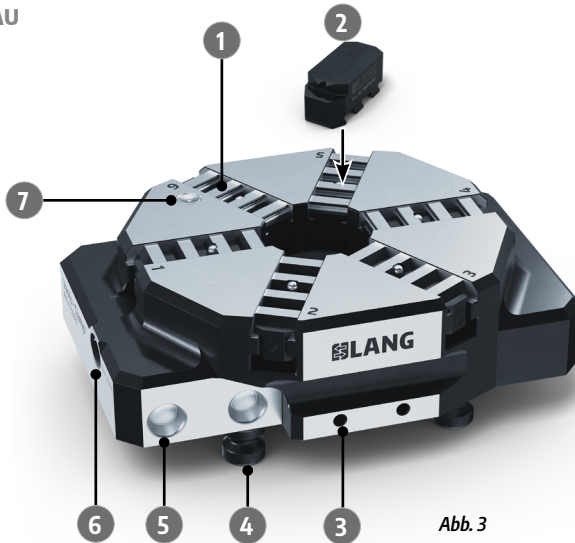

Abb. 3
- 4x eingeschraubte Quick•Point® 96 Aufnahmebolzen (Abb. 3, Pos. 4)
Das Werkstück wird außerhalb der Maschine manuell in das Spannfutter eingespannt und in einem Magazin bevorratet. Danach wird das Spannfutter, inklusive eingespanntem Werkstück, von einem automatischen Greifer, aus einem Magazin entnommen. Der Greifer positioniert das Spannfutter in das Nullpunktspannsystem in der Zerspannungsmaschine. Durch eine integrierte Schnittstelle am Spannfutter (siehe Abb. 3 Pos. 5) ist ein sicheres Greifen gewährleistet.
Der Spannmechanismus zum Spannen/Entspannen der Werkstücke erfolgt durch Drehen der Schneckenwelle (siehe Abb. 3, Pos. 6).